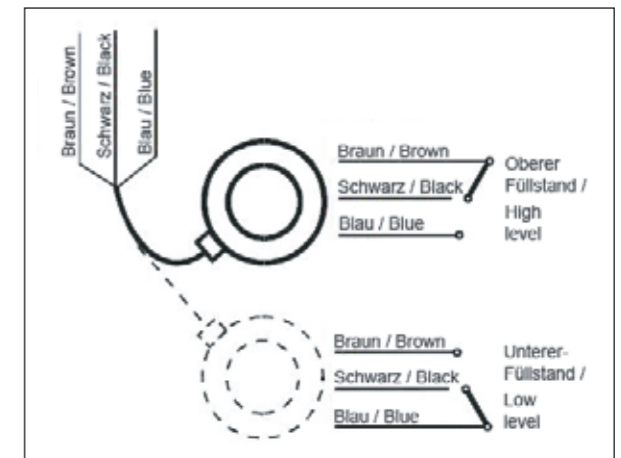

Abb. 3 / Fig. 3
- siehe Abb. 3
- see Fig. 3
- 参考图3